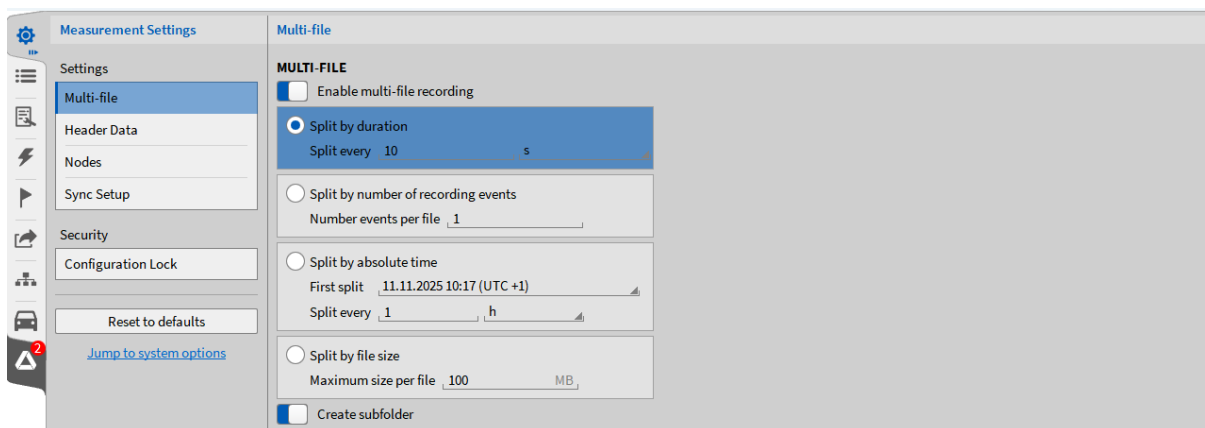

Abb. 5.5: Multi-File Aufzeichnung – Einstellungen
Multi-file Aufzeichnung werden standardmäßig in einem separaten Unterordner gespeichert, welcher den gleichen Namen wie die erste Multi-File Aufzeichnung hat. Um keinen Unterordner zu erstellen, deaktivieren Sie den Slider in den Multi-File Einstellungen (siehe Abb. 5.5).
Wenn Aufteilung nach Dauer (siehe ② in Abb. 5.5) ausgewählt wird, speichert OXYGEN die Daten automatisch in eine neue Datei sobald das Zeitintervall überschritten wird. Zum Beispiel wird in Abb. 6.1 alle 10 Sekunden eine neue Datei erstellt. Das Mindest-Intervall für eine Aufteilung ist 10 Sekunden.
Wenn *Aufteilung nach Anzahl von Ereignissen (Split by number of recording events)* (siehe ③ in Abb. 5.5) ausgewählt wurde, erstellt OXYGEN eine neue Datei, sobald die definierte Anzahl von Ereignissen erreicht wurde. Zum Beispiel in Abb. 5.5, eine neue Datei wird erstellt, sobald das 2., 4., 6., ... Ereignis beendet wurde.
Wenn Aufteilung nach Dauer (siehe ② in Abb. 5.5) ausgewählt wird, speichert OXYGEN die Daten automatisch in eine neue Datei nach jedem definierten Intervall. Die OXYGEN Aufzeichnungszeit wird als Referenzzeit verwendet. Die erste Aufteilungszeit kann im Pop-up Kalender ausgewählt werden.